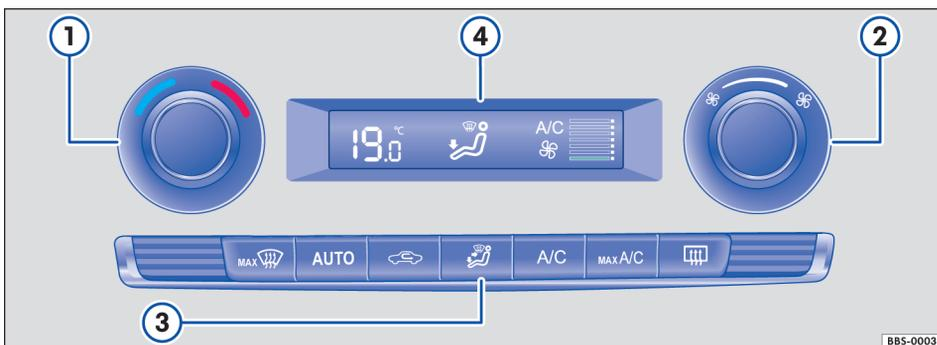

图 93 中控台局部图：自动空调系统操作机构
按钮、调节器	说明信息。自动空调系统⇒图 93。
- 按压 **AUTO** 按钮 ⇒图 93，按钮内的指示灯点亮。
- 旋转温度调节旋钮 ① ⇒图 93 设定车内温度。推荐温度：22℃。